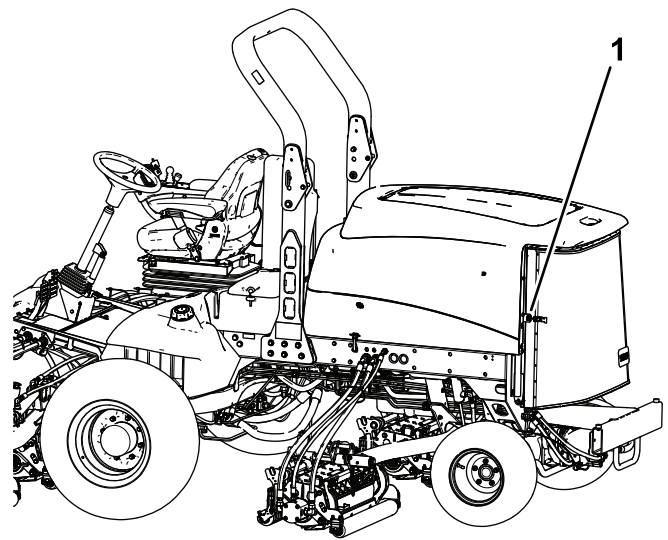

Figure 102
2. Déverrouillez et ouvrez la grille arrière (Figure 102).